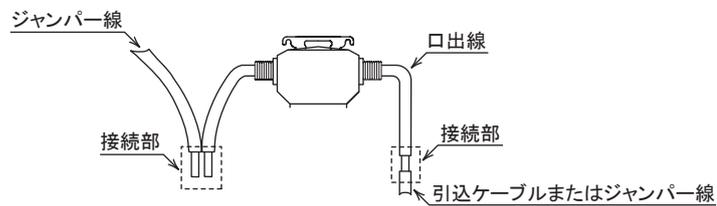

図8 高圧回路の接続例
- ①電源側、負荷側を逆に接続しますと、自構内の地絡事故で動作せず他需要家の地絡事故で不必要動作を起こします。
- ②口出線の接続は、雨水が浸透しないよう下向きに接続するか、防水圧縮スリーブ接続などの方法により接続部の絶縁および防水処理を確実に施してください。(図8)